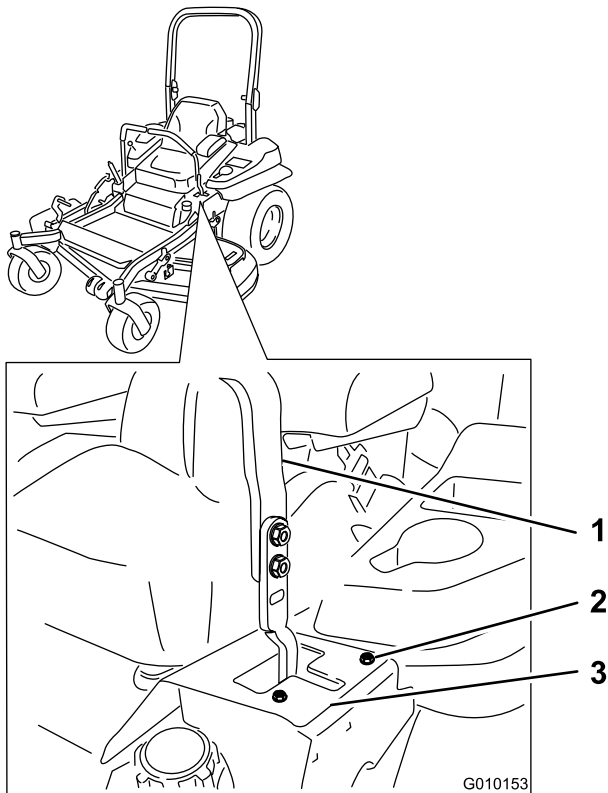

Figura 51
6. Si la máquina se desvía hacia la derecha, afloje los pernos y ajuste la chapa del tope izquierdo hacia atrás en la ranura en T de la izquierda hasta que la máquina avance en línea recta (Figura 51).
7. Si la máquina se desvía hacia la izquierda, afloje los pernos y ajuste la chapa del tope derecho hacia atrás en la ranura en T de la derecha hasta que la máquina avance en línea recta (Figura 51).
8. Apriete la chapa del tope (Figura 51).